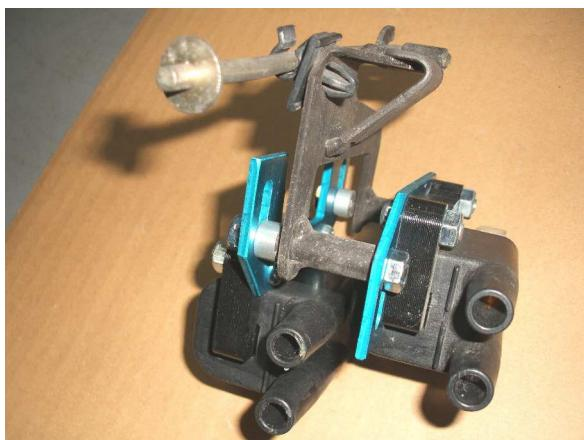

図1、SP II コイル取付(リアから見た場合)
- ①シート、左右サイドカバー、ガソリンタンクを外しノーマルイグニッションコイル及びイグナイタユニット(バッテリー上方にあります)を取り外して下さい。
- ②8ページ「プラグコードコネクタ装着方法」に従ってプラグコードを SP II コイルに装着して下さい。プラグコード／キャップはリーク防止のため、新品又は良品を使用して下さい。
- ③SP II イグニッションコイルを付属の6 * 50mmボルト、及び6 * 6mmスペーサを使用してフレームなどに当たらないように位置を調整して取り付けて下さい。左側が#1 & #4用、右側が#2 & #3用コイルです(図1、2)。取付スペースが狭いので、コイルとブラケットの組立はヘッド上部で行って下さい。
- ④SP II ワイヤーハーネスを別紙配線図のように接続して下さい。SP II コントロールユニットは、水などが溜まらないようにスイッチ面を横向きにして固定して下さい。ノーマルイグナイタを外したコネクタ、ノーマルコイルの余った端子、ヘッドライト内の黄／緑端子、及びTPS端子はどこにも接続する必要はありません。TPSを使用しない場合は、SP II ハーネスTPS用の3端子はどこにも接続する必要はありません。コネクタのままか、ビニールテープなどで短絡しないように保護して下さい。点火マップは SP II コントロールユニット内で自動的に最適制御されます。